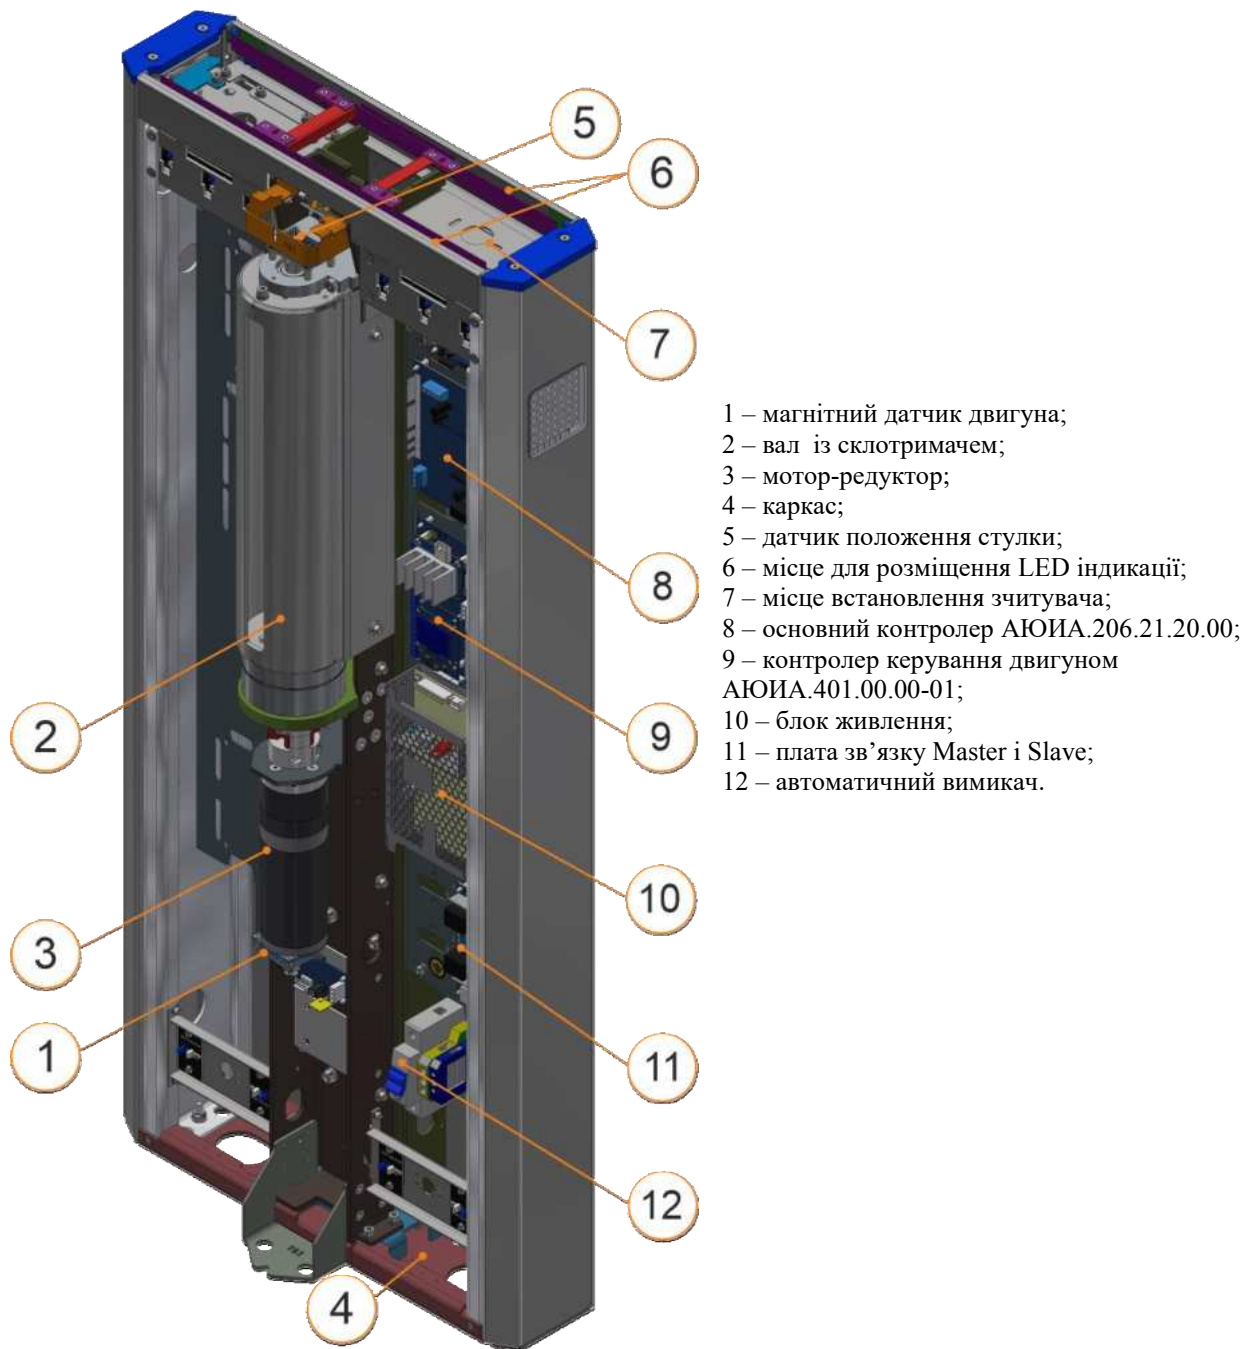

Рис.5 – Загальний вигляд та конструкція робочого механізму та панелі керування турнікету «Sweeper-SH-1» (Master)
Контролер АЮИА.401.00.00-01 (9) керує двигуном (3) турнікету (див. рис.5), аналізуючи сигнали від датчиків двигуна (1) та датчика положення ступки (5), забезпечують захист двигунів від перевантажень. Контролер АЮИА.206.21.20.00 (8) аналізує інфрачервоні датчики, отримує команди керування від зовнішніх пристроїв (пульт керування, СКУД тощо), керує індикацією та формує сигнали зворотного зв'язку для СКУД. (Детальніше опис контролера турнікету викладено у розділі 1.5).